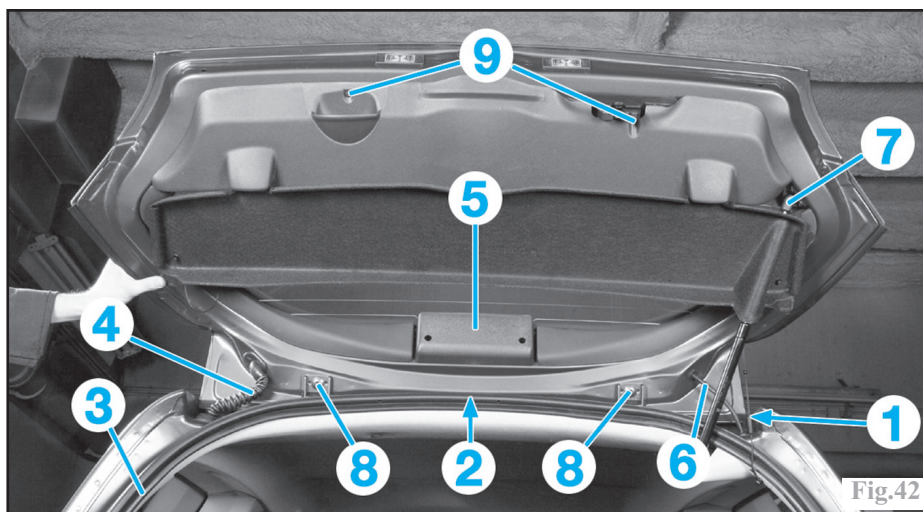

Fig.42
Décrocher la cordelette de soutien de la tablette arrière (1) (Fig.42).
- les deux vis (9) de fixation de la garniture (Fig.42).